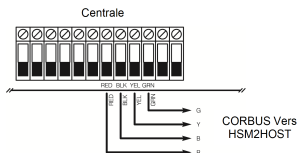

Figure: 1 Schéma de câblage
1. La centrale d'alarme étant hors tension, connectez le HSM2HOST module aux quatre fils du bus Corbus de la centrale d'alarme selon la Figure 1.